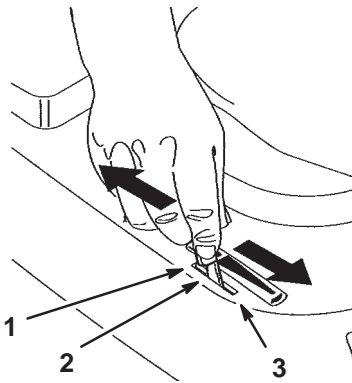

Bild 7
4. Stellen Sie den Gashebel auf „Choke“ (Bild 7).
6. Schieben Sie den Gashebel, sobald der Motor angesprungen ist, langsam auf „Schnell“ (Bild 7). Stellen Sie, wenn der Motor aussetzt oder unregelmäßig läuft, den Gashebel für ein paar Sekunden wieder zurück auf „Choke“. Stellen Sie dann den Gashebel auf „Schnell“. Wiederholen Sie diesen Vorgang nach Bedarf.
1. Stellen Sie den Gashebel auf „Langsam“ (Bild 7).